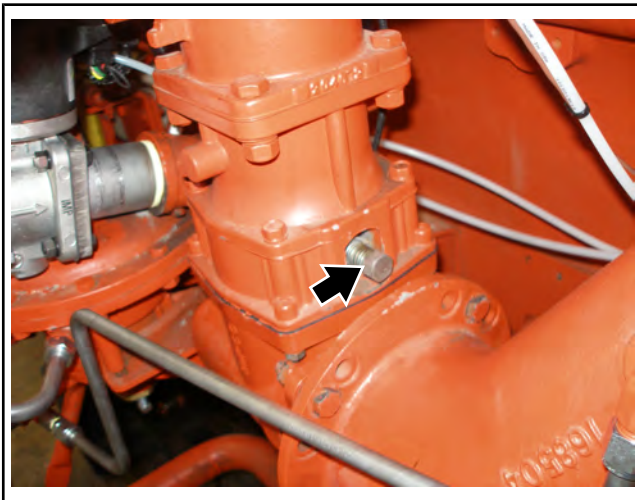

Рисунок 2.70-7: Регулировочные винты карбюратора
1. При отключенном двигателе вворачивайте оба регулировочных винта карбюратора до положения полного закрывания. Отверните регулировочные винты карбюратора на 5 полных оборотов (см. Рисунок 2.70-7).